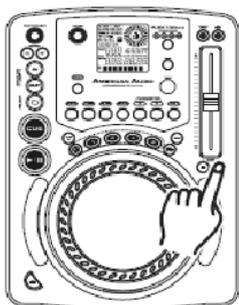

Figura 31
Il pulsante PITCH BEND + (11) aumenta la velocità di esecuzione della traccia mentre il pulsante PITCH BEND - (11) la diminuisce. La variazione di velocità è proporzionale alla durata della pressione sul pulsante. Per esempio, se il pulsante PITCH BEND + (11) viene tenuto premuto, come in figura 31, la velocità aumenterà e continuerà ad aumentare fino a raggiungere un incremento massimo di velocità del 100%. Quando si rilascia il pulsante PITCH BEND + (11) la velocità del disco si riporta automaticamente a quella precedentemente impostata.